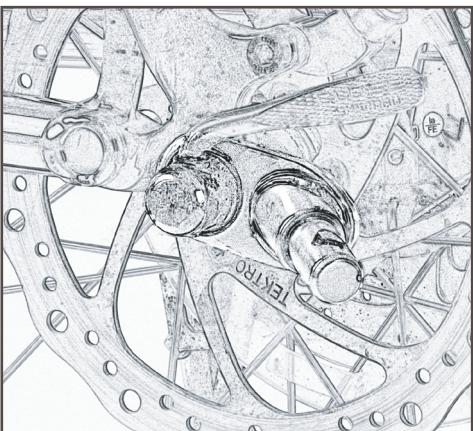

図25
2. ヒッチをスキュアへとスライドさせ、アングルタブが外を向くようにし、スキュアを軸に再度取り付け、ヒッチタブが自転車のリアを向き、ほぼ地面と平行となるように配置します(図25)。